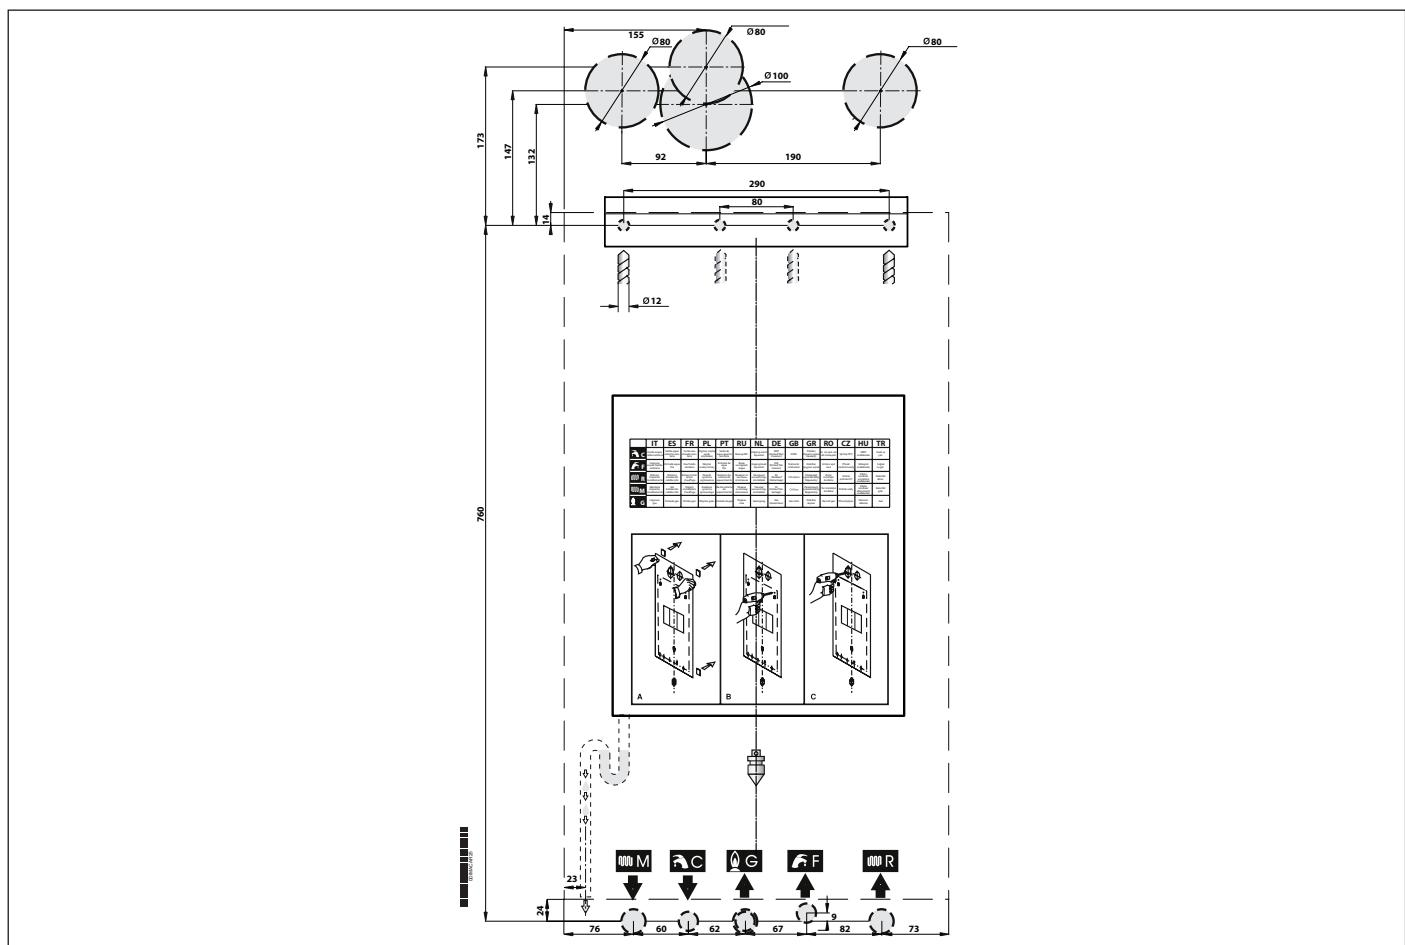

Fig. 9 Dima in carta
- » la dima di fissaggio della caldaia al muro (vedi Fig. 9 Dima in carta);
Ogni apparecchio è corredata di un'apposita dima in carta contenuta nell'imballo (vedi Fig. 9 Dima in carta).